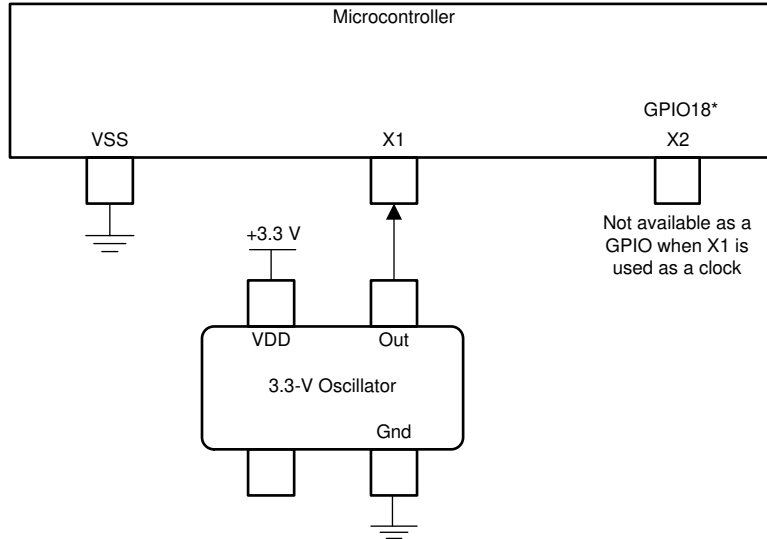

图 7-17. 单端 3.3V 外部时钟
- 单端 3.3V 外部时钟。时钟信号应连接到 X1 (如图 7-17 所示)，且 XTALCR.SE 位设置为 1。